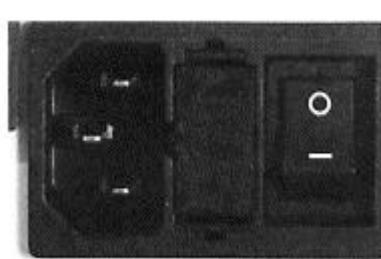

Рисунок 1
- С помощью инструмента извлеките коробку предохранителей (8), расположенную между выключателем питания и гнездом электропитания (7) (Рис. 1).